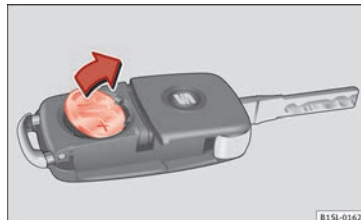

Bild 100 Bilnyckeln: ta ut batteriet
- Ta ut batteriet ur facket med ett tunt, spet-sigt verktyg » bild 100.
- Placera det nya batteriet i batterifacket och tryck det i pilens riktning » bild 100 » ❶.